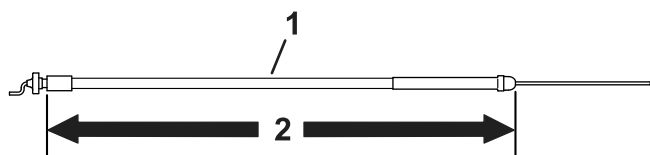

**Figura 5**
5. Montate il cavo della frizione sulla piastra della frizione (Figura 5).
6. Montate l'estremità della molla del cavo della frizione sulla leva della frizione (Figura 5).